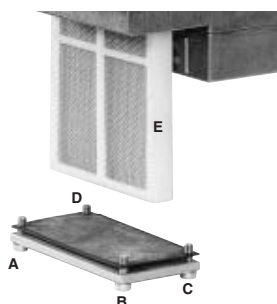

Fig. 40
- 2 Indepartati suruburile 1 ÷ 6 (Fig. 40).